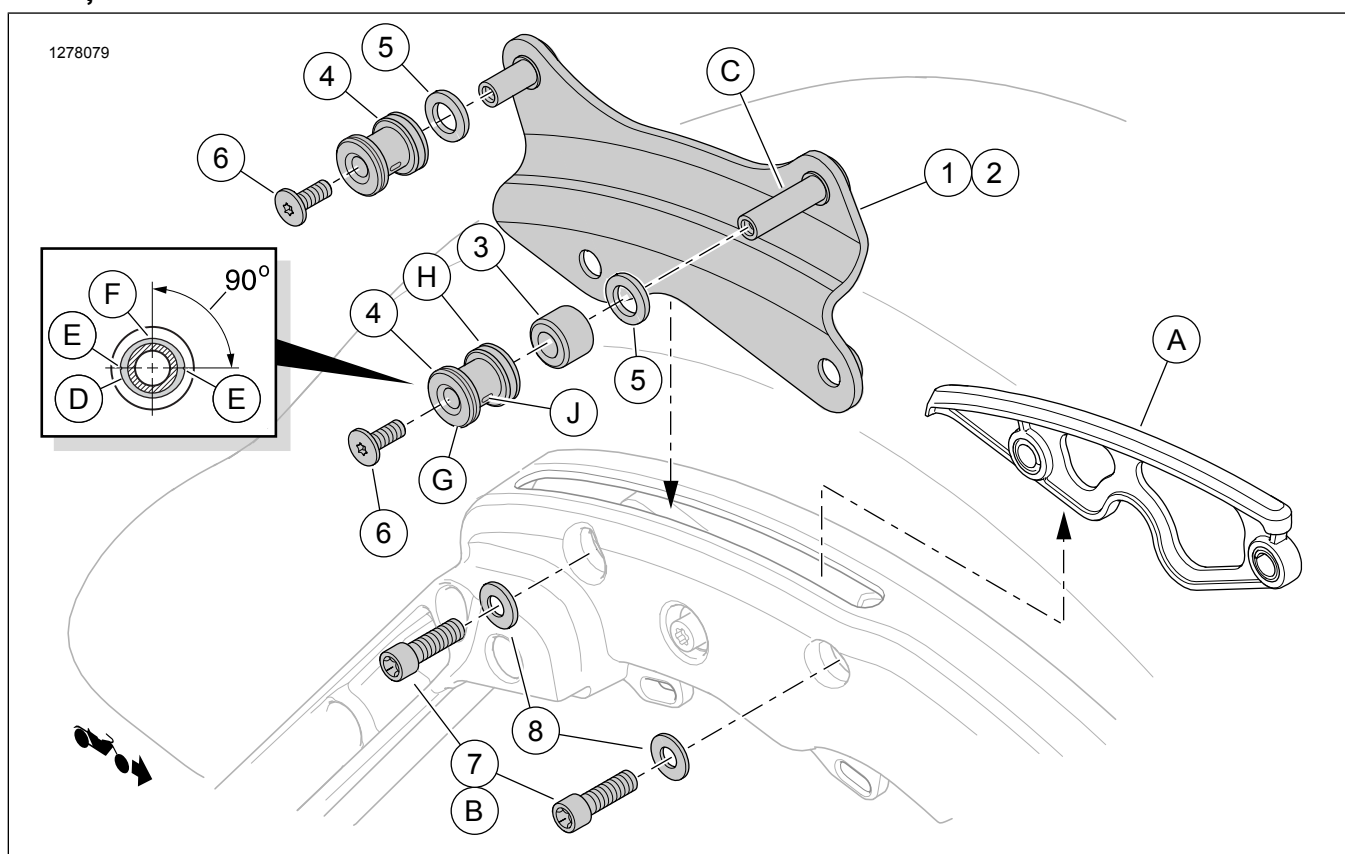
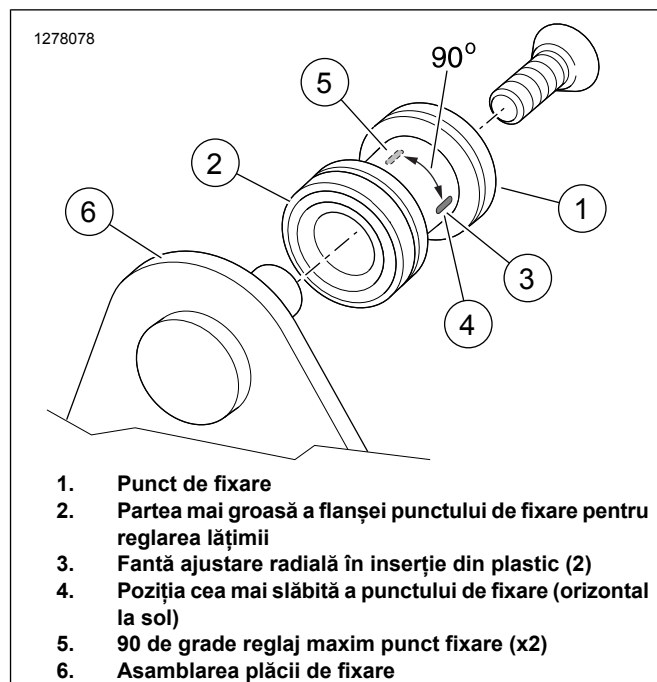

Figura 1. Conținut kit: Kit montare suport fixare regulabil detașabil în patru puncte
Figura 2. Instalare punct de fixare
3. Consultați Figura 1 . Scoateți două șuruburi (B) din suportul genții de pe fiecare parte.
4. Ridicați inserturile capacelor sloturilor (A) din locașul lor.
Consultați Figura 1 . Nu instalați distanțierele de ajustare a lățimii (5) în acest moment.
- a. Glisați un distanțier (3) pe bolțul lung (C) al fiecărei plăci de fixare.
- b. Glisați mai întâi o flanșă (4), **mai groasă** (H), pe fiecare bolț al plăcii de fixare.
- c. Montați șuruburile (6) în bolțurile plăcii de fixare.
- d. Consultați Figura 2 . Rotiți fiecare punct de fixare pentru a poziționa creștăturile orizontal (4).
Consultați Figura 2 .
- b. Consultați Figura 1 . Scoateți șurubul (6) și punctul de fixare (4) din toate cele patru bolțuri ale plăcii de fixare.
- c. Glisați mai întâi o flanșă (4), **mai subțire**, pe fiecare bolț al plăcii de fixare.
- d. Aplicați 2 sau 3 picături de etanșant pe filetul fiecărui șurub (6). Montați șuruburile.
- e. Consultați Figura 2 . Rotiți fiecare punct de fixare pentru a poziționa creștăturile orizontale (4). Strângeți nu foarte puternic șuruburile.
- a. Consultați Figura 1 . Scoateți toate componentele din toate cele patru bolțuri ale plăcii de fixare.
- b. Instalați distanțiere de ajustare a lățimii (5) la fiecare punct de fixare.
- c. Glisați un distanțier (3) pe bolțul mai lung (C) al fiecărei plăci de fixare.
- e. Aplicați 2 sau 3 picături de etanșant pe filetul fiecărui șurub (6). Montați șuruburile.
- f. Consultați Figura 2 . Rotiți fiecare punct de fixare pentru a poziționa creștăturile orizontale (4). Strângeți nu foarte puternic șuruburile.
- a. Slăbiți șuruburile (6).
- b. Consultați Figura 2 . Rotiți punctele de fixare (1) depărtându-le ușor de orizontală (4).
- d. Continuați să rotiți ușor spre verticală (5) depărtând de orizontală (4) până când se obține o fixare etanșă la fiecare.
5. Consultați Figura 1 . Strângeți șuruburile plăcii de fixare (6). Strângeți.